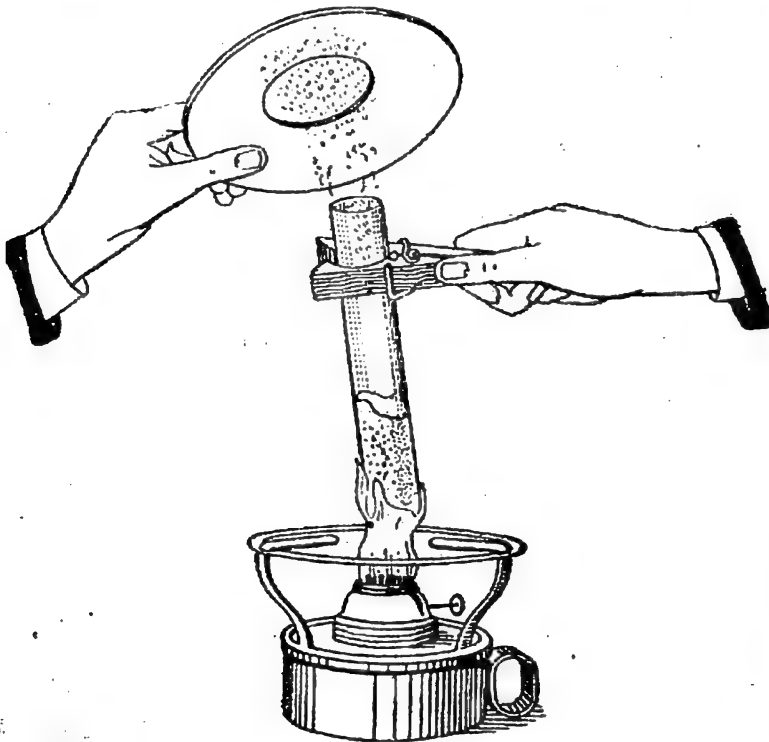

Fig. 6. — De la farine chauffée, il se dégage de la vapeur d'eau qui se dépose sur la soucoupe.
**6. Chauffons de la farine.** — Dans un tube de verre, chauffons un peu de farine bien sèche. Bientôt, le haut du tube se couvre de buée et il se dégage une fumée qui dépose de la buée sur une soucoupe froide (*fig. 6*). Donc cette fumée contient de la vapeur d'eau, et, par conséquent, *la farine contient de l'eau*.